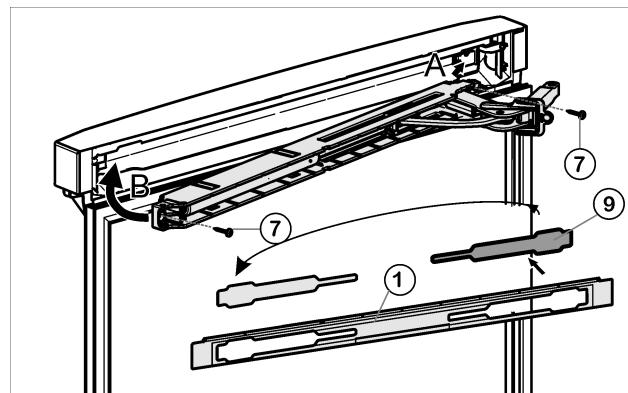

Fig. 17
- ▶ Détacher le cache Fig. 17 (9) du panneau Fig. 17 (1) et le remettre en place de l'autre côté.
- ▶ Encliquer l'unité supérieure de l'amortisseur de fermeture avec l'articulation du côté charnière (A) et la guider pour la repositionner (B).
- ▶ Visser l'unité d'amortisseur de fermeture à fond (2 Torx® 15) Fig. 17 (7).